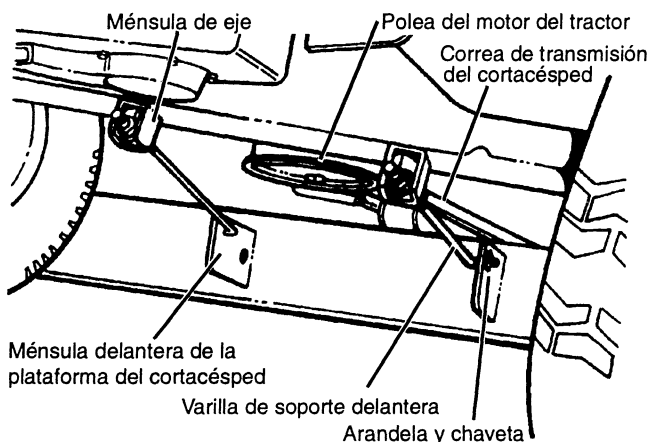

FIGURA 8
- Saque los montajes de las varillas de soporte delanteras de la bolsa de partes, e introdúzcalos a través de los orificios en las ménsulas de la parte inferior del eje delantero. (vea la Figura 8)